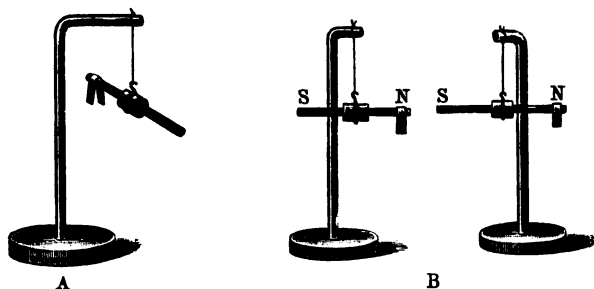

Fig. 129. Verhalten frei aufgehängter Magnete.
Fig. 129 A zeigt, wie man dabei den Stab durch einen Kork steckt und diesen wiederum mit einer Drahtschlinge an dem Faden befestigt. Der Magnet dreht sich einigemal taumelnd herum, dann aber beginnt er in immer kleineren Bogen hin und her zu schwingen, als suche er eine bestimmte Richtung. Schließlich nimmt er eine bestimmte Lage ein und kehrt immer wieder in diese zurück, so oft man ihn auch herausbringt, und bald finden wir ein Gesetz heraus, denn wir bemerken, daß es stets die Rich-
3. Wir hängen zwei Magnetstäbe in größerer Entfernung voneinander auf. Sie stellen sich beide von Nord nach Süd und wir bezeichnen das nach Norden gekehrte Ende bei beiden Stäben auf irgend eine Art zum Unterschied gegen das andere etwa mit einem übergehängten Papierfähnchen. Darauf nähern wir beide Stäbe einander vorsichtig, was mit Hilfe der Glasstative sehr leicht geschieht. Sofort ändern sie ihr Benehmen. Sie verlassen die alte Richtung mehr und mehr und kehren sich einander zu, wobei sie das Bestreben zeigen, in eine Linie aufzumarschieren (Fig. 129 B). Aber es ist kein Zufall, daß sich dabei der Nordpol des einen Stabes dem Südpol des anderen zuwendet, denn so oft man auch durch Anstoß die Stäbe zur Umdrehung zwingt, immer